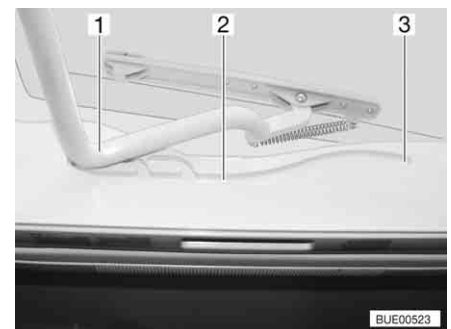

Bild 89 Heki-taklucka, spår
- Dra in bygel (Bild 89,1) i spåren (Bild 89,2) till den bakersta positionen (Bild 89,3).
- Tryck bygel (Bild 89,1) lätt uppåt med båda händerna.
- Drag bygel till önskad position i spåret (Bild 89,2).